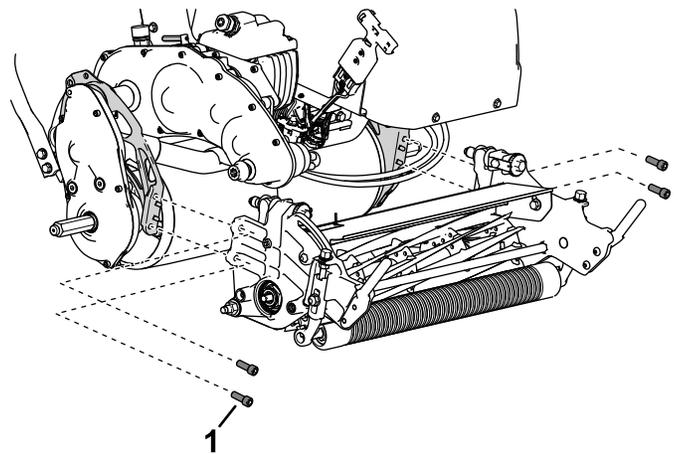

Figura 7
1. Utilice 4 tornillos Allen para instalar la unidad de corte en la máquina (Figura 7).